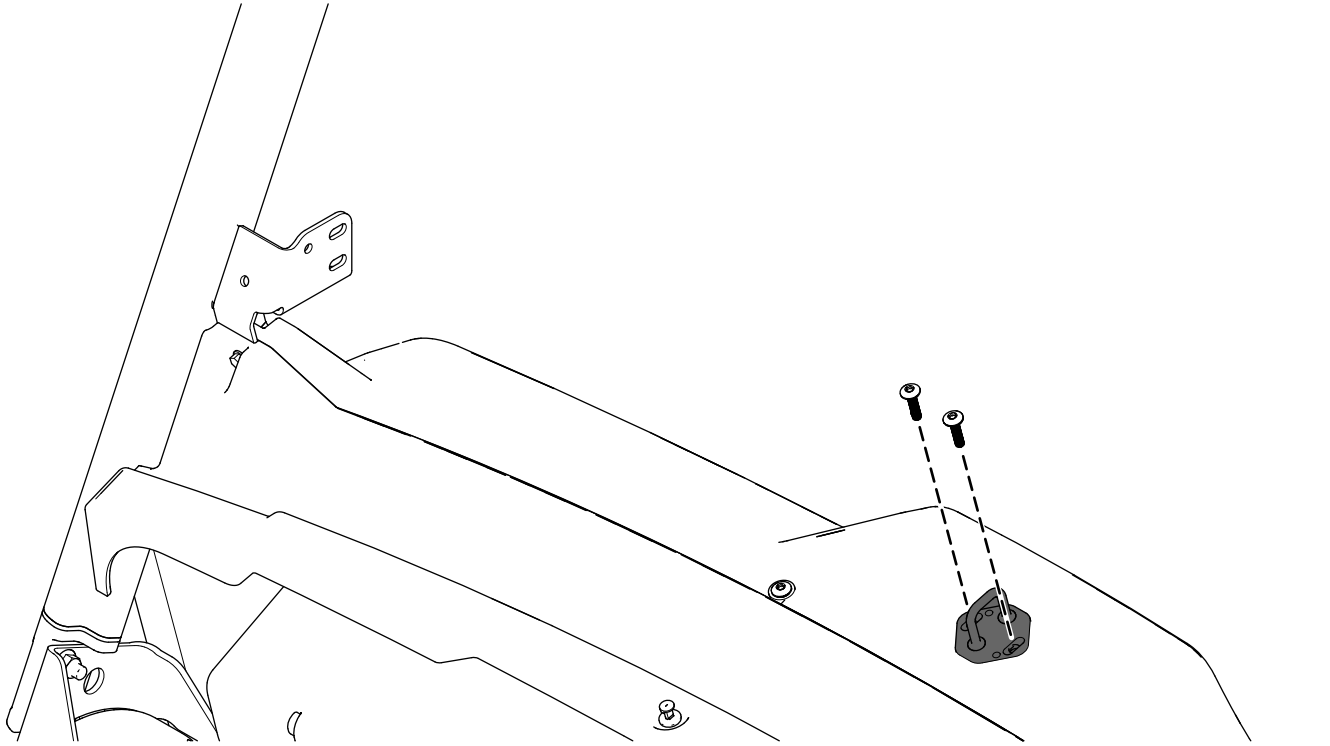

Figura 4
5. Instale provisionalmente el cierre en el salpicadero con 2 tornillos Torx (M6 x 25 mm), tal y como se muestra en la Figura 4.